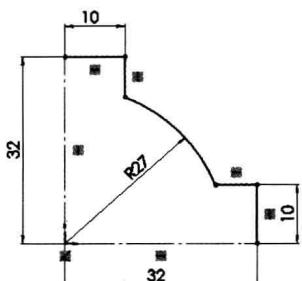

图 2-4 绘制截面草图
**Step3** 绘制截面草图。单击“草图”工具栏中的“中心线”按钮 $\perp$ ，绘制垂直相交的中心线；再单击“草图”工具栏中的“直线”按钮 $\overline{\square}$ 和“圆心/起/终点画弧”按钮 $\text{Arc}$ ，绘制直线段和圆弧；单击“尺寸/几何关系”工具栏中的“智能尺寸”按钮 $\diamond$ ，标注尺寸，如图 2-4 所示。